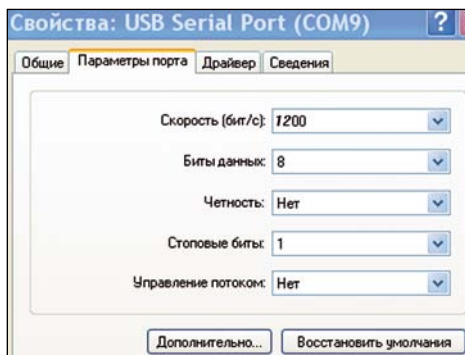
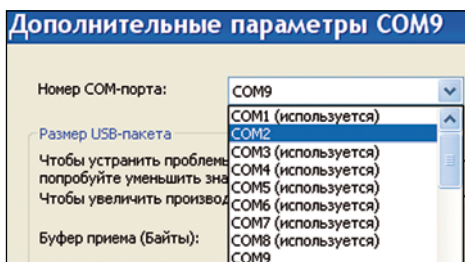

Рисунок 4. Выбор скорости порта
Рисунок 5. Изменение номера COM порта
7.2.3 Дважды щёлкнуть левой кнопкой мышки на «USB Serial Port (COM9)». В открывшемся окне «Свойства» перейти на закладку «Port Settings» (Параметры порта) и изменить скорость порта на 1200 бит/с (рисунок 4).
7.2.5 На закладке «Port Settings» (Параметры порта) (рисунок 4) нажать кнопку «Advanced...» (Дополнительно). В открывшемся окне (рисунок 5) в списке «Номер COM-порта» выбрать один из портов в диапазоне COM2 - COM4, затем нажать «ОК», в окне «Свойства» - тоже «ОК». Закрыть Диспетчер устройств.